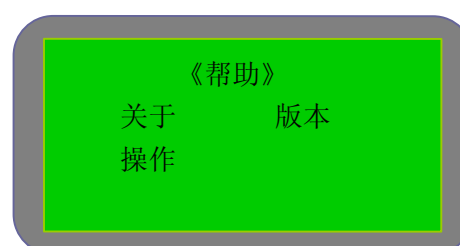

图 5-7
- 帮助：在主菜单中选择“帮助”，进入帮助界面（见图 5-7），有三个选项：关于（关于本公司的一些信息）、版本（调取 MMI 版本号，CPU 版本号和 CPU 程序效验码）和操作（对于本面板操作方法的简单说明）。